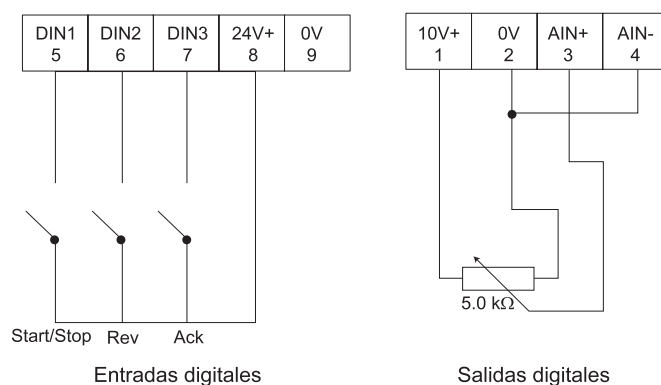

Figura 3-2 Funcionamiento básico con panel SDP
- Los bornes están conectados como muestra la figura 3-2.